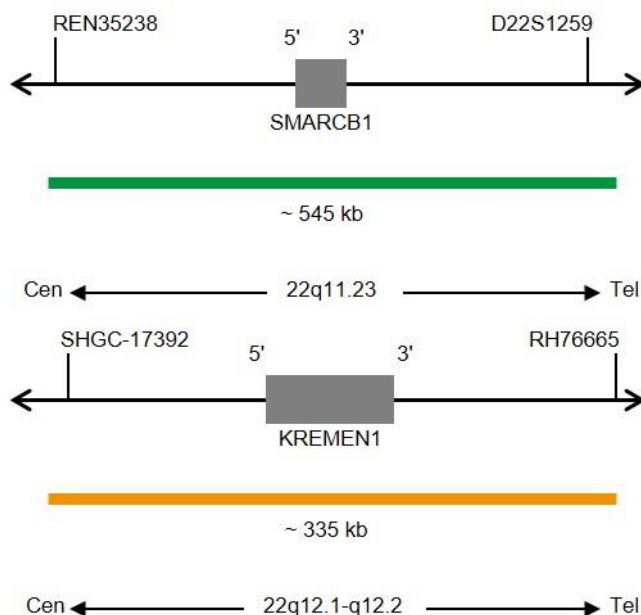

Fig. 1: En haut : Carte de la sonde SPEC SMARCB1 ; En bas : Carte de la sonde SPEC 22q12 (pas à l'échelle)
- Polynucléotides marqués au ZyGreen (excitation 503 nm/émission 528 nm) (~10 ng/ μ l), qui ciblent une séquence 22q11.23* (chr22:23,887,951-24,431,064) hébergeant la région génétique SMARCB1 (voir figure 1).
- Polynucléotides marqués au ZyOrange (excitation 547 nm/émission 572 nm) (~4,5 ng/ μ l), qui ciblent une séquence de 22q12.1-22q12.2* (chr22:29,340,078-29,673,440) (voir figure 1).